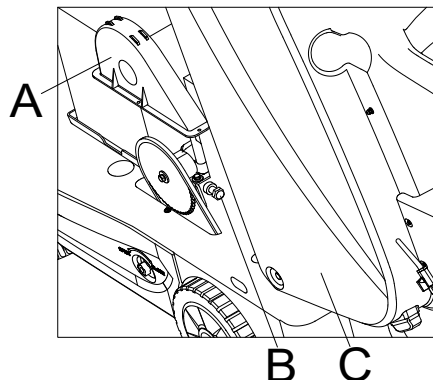

Figura 41
5. Quando la ruota posteriore è allentata, aprire il coperchio (C, Figura 41) e il coperchio della catena della ruota (A, Figura 41), regolare la vite di regolazione della catena della ruota (B, Figura 41) per assicurarsi che la catena della ruota sia ben serrata.